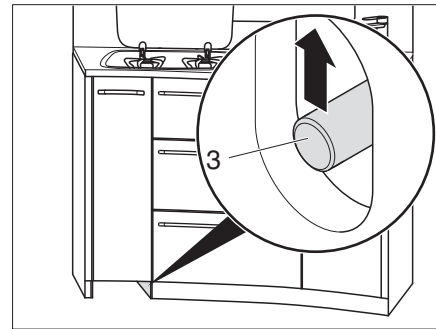

Bild 134 Küchenschubladen entriegeln
- Schubstange (Bild 134,3) nach oben schieben.